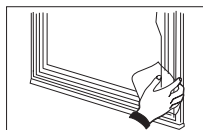

Fig. 7
- Si el selle magnético está sucio, la puerta no cerrará bien, haciendo que el refrigerador no funcione eficientemente. Límpielo con un paño y con un detergente líquido neutro. Ver Fig.7.